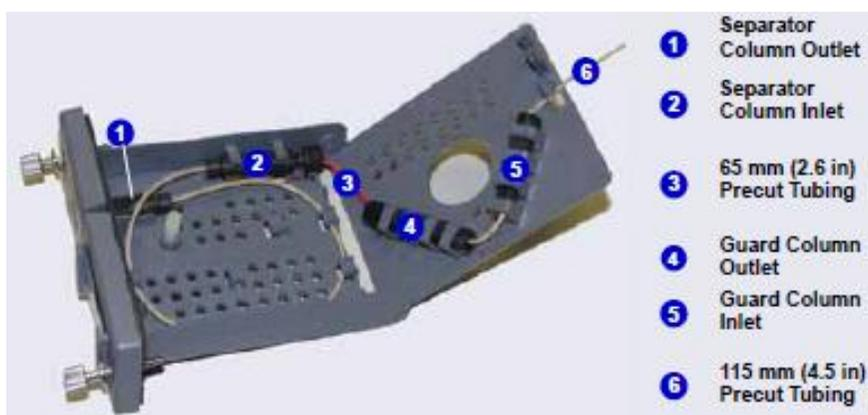

图 9-28. 拆卸毛细管示意图
- ③ 拧松 IC 立方上的固定螺丝，向前抽出柱盒；
- ④ 参照图 9-28 安装毛细管柱及连接管路；
- ⑤ 关闭柱盒，插回 IC 立方，恢复管路。